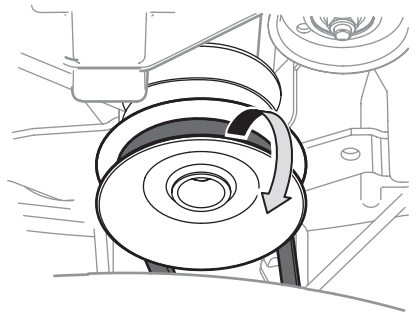

Figure 31
4. Dégagez la courroie de la prise de force de la poulie motrice du tracteur (Figure 31).
3. Dégagez la courroie de la poulie d'entraînement de la p. d. f. (Figure 31 à la page 87). Roulez un côté de la courroie pour la dégager de la poulie, puis continuez jusqu'à ce qu'elle soit complètement dégagée de la poulie.
9. Faites passer la courroie du plateau de coupe dans le support du guide de courroie, puis sur la poulie d'entraînement de la prise de force (Figure 31 à la page 87).